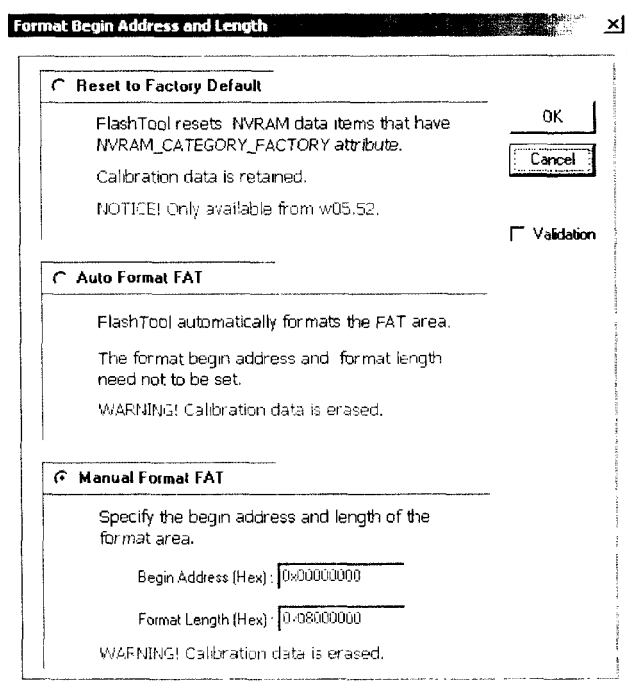

Рис. 2.10. Форматирование Flash-памяти телефона
7. Нажимают кнопку «OK» диалогового окна (рис. 2.10), после чего кратковременно нажимают кнопку включения телефона. После этого будет начат процесс очистки Flash-памяти, по окончании которого на экран будет выведено соответствующее сообщение: «OK» — при удачном завершении либо сообщение об ошибке. При появлении сообщения «DA sinc fail! Possibly download an illegal DA» следует выбрать версию FlashTool, соответствующую ремонтируемой модели телефона, а также проверить соответствие DATA-кабеля ремонтируемой модели и корректность выбранной скорости обмена.